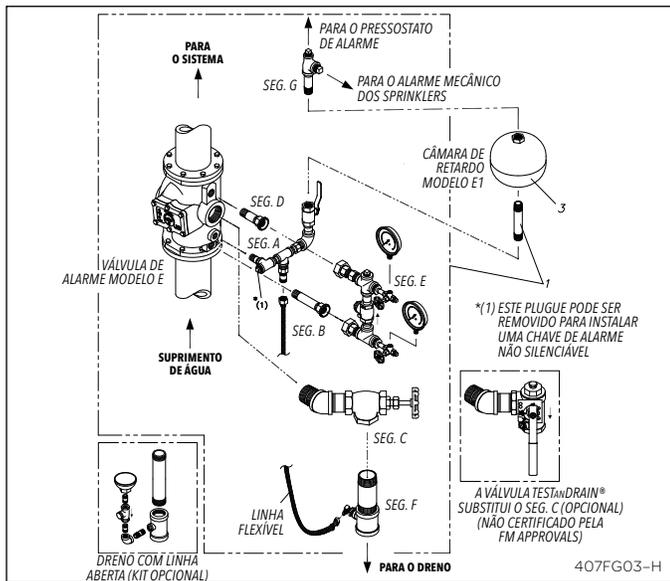
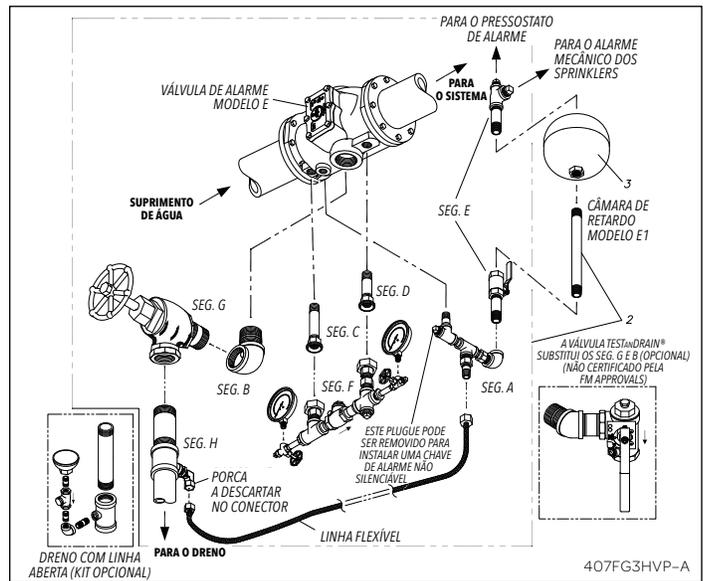

Fig. 3 – Instalação horizontal para pressão variável
Fig. 5 – Instalação horizontal para pressão variável
a conexão do tubo na direção da parte traseira da válvula de alarme. Conecte o Item 26 (abertura de drenagem da linha de alarme) ao Item 27 na linha de drenagem usando o tubo flexível fornecido (Item 11). Nota: O tubo flexível não deve apresentar dobras/torções. Nota: O segmento com o kit de dreno com linha aberta é opcional e deve ser comprado separadamente, em substituição ao Segmento F (Fig. 3) e ao Segmento H (Fig. 5).
• **Instalação horizontal (Figs. 5, 6 e 8)**